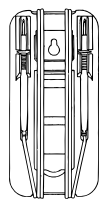

Рис. 6.2
2. Использовать для фиксации обеих измерительных щупов в нерабочем состоянии мультиметра (рис. 6.2).